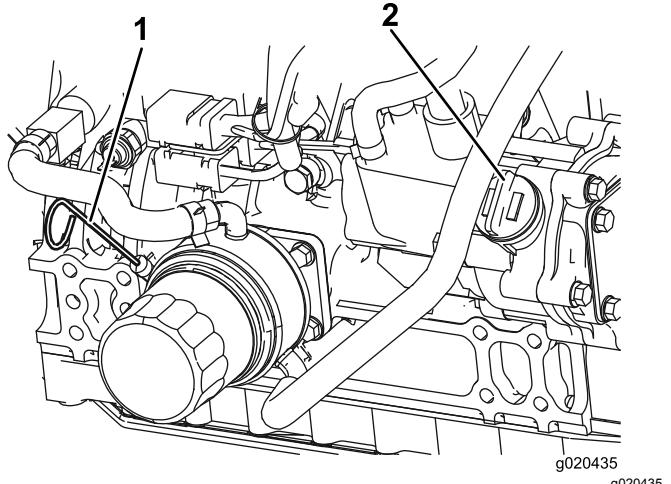

図 12
オイル量が安全レンジ内にあればよい図 12。
4. 不足している場合は、キャップ図 12を取り、Full 位置までオイルを補給する。入れすぎないでください。